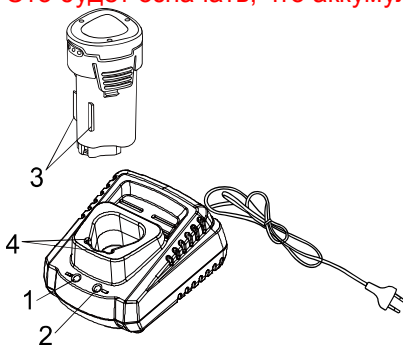

Рис.2
1. Вставьте вилку зарядного устройства в розетку. Загорится индикатор зеленого цвета (2). (рис.2)
2. Вставьте аккумулятор (3) в зарядное устройство. Загорится индикатор красного цвета (1). Примерно через час после начала зарядки загорится индикатор зеленого цвета (2), а индикатор красного цвета (1) погаснет. Это будет означать, что аккумулятор полностью заряжен.